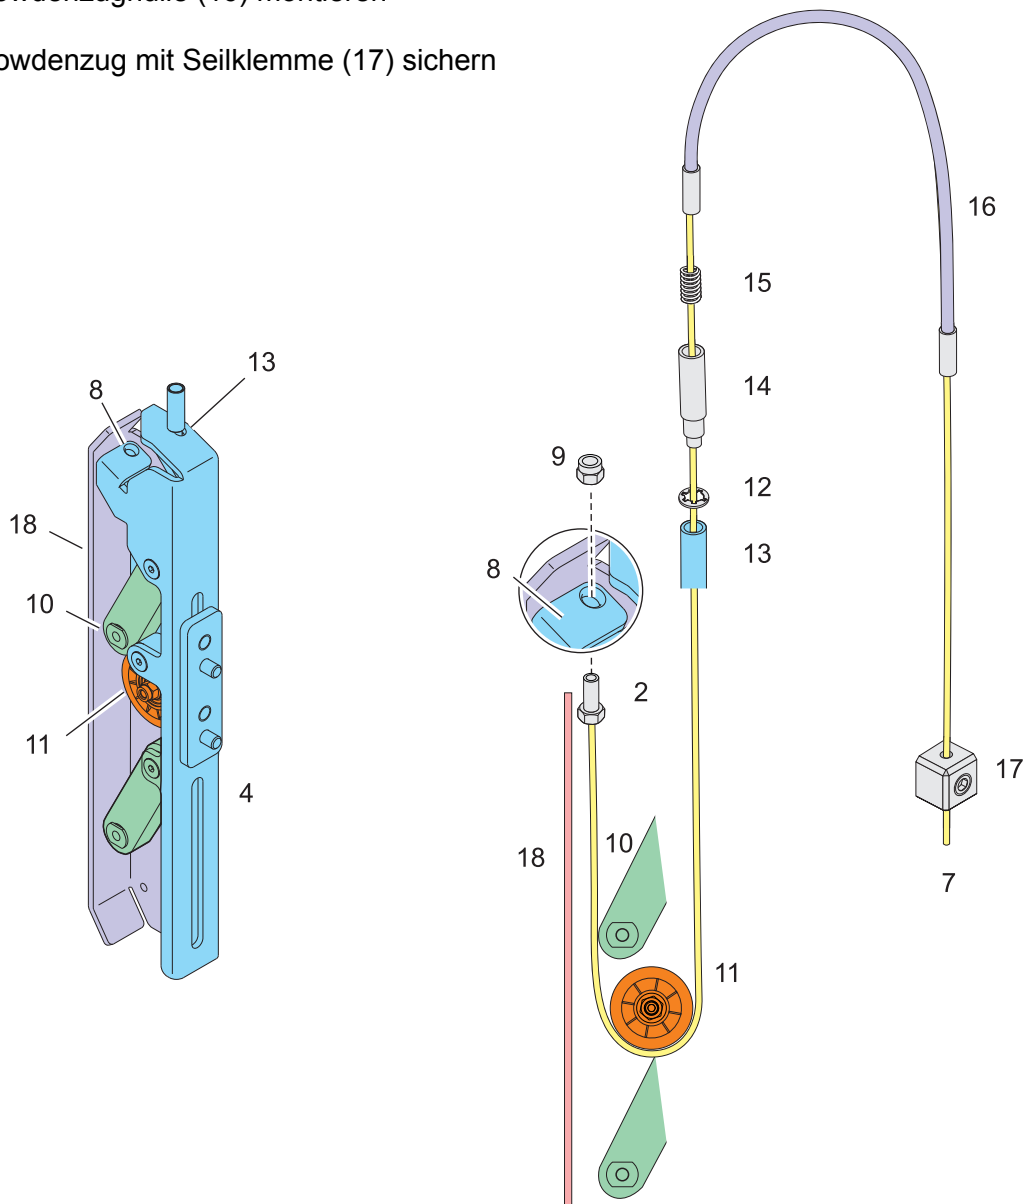
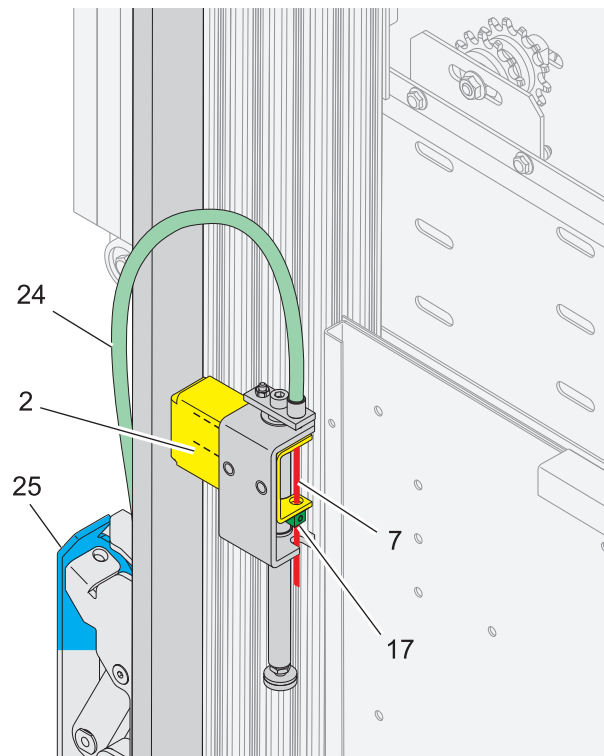

Abb. 36
Abb. 40
- Bei unbetätigtem Schieber (19) muss die Betätigung (25, Abb. 40) durch die Federkraft (15, Abb. 36) gehalten werden, sie darf nicht durch die Schwerkraft in Ihre untere Endlage gelangen.
- Die Betätigungsrolle der Schachttür muss sicher betätigt werden. Die Rolle soll sich beim Entriegeln der Schachttür ca. in der Mitte der Betätigung (25, Abb. 40) befinden.
- Lichtgitter mit dem Stift (7) in der Bohrung (8) verankern und an den Punkten (A) mit dem Winkel verschrauben. Ggf. eine Bohrung im Kabinenboden anbringen, in die der Stift (7) vollständig hineinragen kann